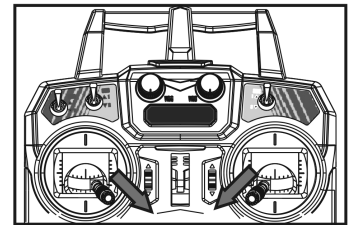

Bild 14
- Bewegen Sie den linken Steuerknüppel nach rechts unten und gleichzeitig den rechten Steuerknüppel nach links unten (siehe Bild 14).